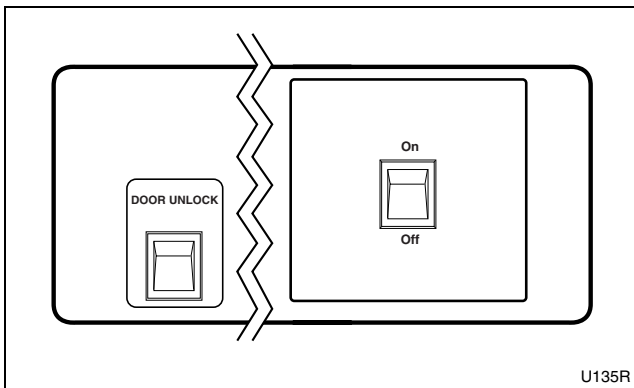

Figura 25
**Para modelos sin monedas:** Pulse y mantenga pulsado el botón DOOR UNLOCK (Abrir puerta) del lado izquierdo del tablero de control mientras realiza el paso anterior. Consulte las *Figura 25*.